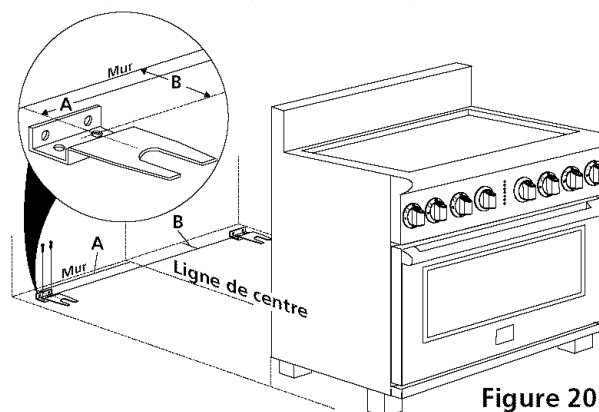

Figure 20
5. Enlevez le gabarit et placez les supports sur le plancher (voir figure 20). Alignez les trous dans les supports avec les trous tracés sur le plancher et fixez les supports à l'aide des vis fournies. Les supports doivent être fixés sur un plancher solide. Si vous les fixez à un plancher en béton, percez d'abord des trous pilotes de $\frac{3}{16}$ " (0.5 cm) de diamètre à l'aide d'un foret à maçonnerie de $\frac{3}{16}$ " (0.5 cm) diamètre.